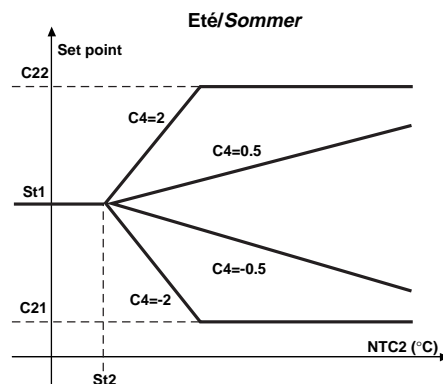

Fig.20
**Note:** la compensation été peut indifféremment augmenter ou diminuer la valeur de St1 dès que C4 est respectivement positif ou négatif. La logique de fonctionnement de la compensation été est représentée par la figure 20:
**Bemerkung:** Der Sommerausgleich kann je nachdem, ob C4 positiv oder negativ ist, den Wert St1 unabhängig erhöhen oder vermindern. Die Funktion des Sommerausgleichs wird im Bild 20 dargestellt: